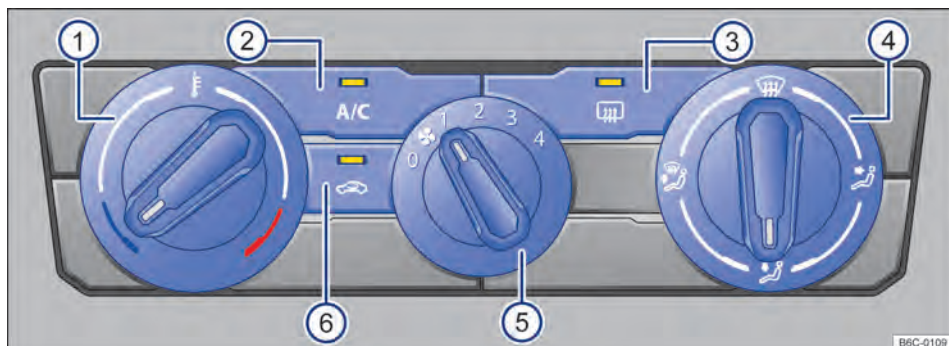

Fig. 83 Comandos do ar-condicionado.
- *Ar-condicionado*: girar o regulador do ventilador para o nível 0 → Fig. 83 5.
- *Ar-condicionado*: pressionar o botão **A/C** → Fig. 83 2 para ligar e desligar o funcionamento da refrigeração.
- *Ar-condicionado*: girar o regulador rotativo esquerdo → Fig. 83 ①.
- *Ar-condicionado*: girar o regulador do ventilador → Fig. 83 ⑤.
- *Ar-condicionado*: pressionar o botão  → Fig. 83 ⑥.
- *Ar-condicionado*: girar o regulador da direita → Fig. 83 ④ para posição desejada.
- *Ar-condicionado*: girar o regulador direito para a posição  → Fig. 83 ④.
- *Ar-condicionado*: pressionar o botão  → Fig. 83 ③.